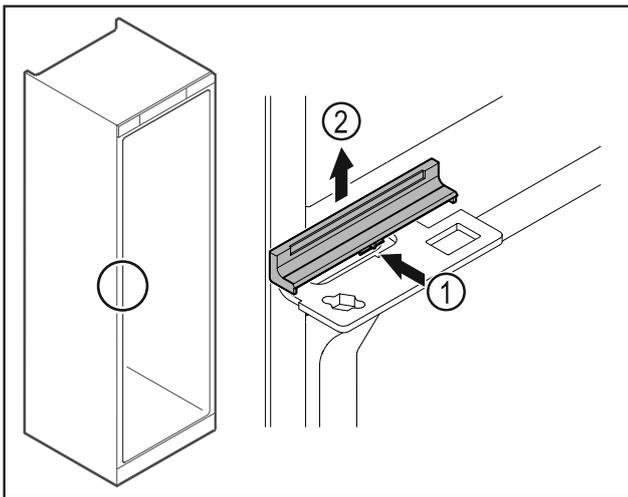

Fig. 43
- ▶ Abdeckung Fig. 43 (1) in der Mitte leicht eindrücken und nach oben abnehmen Fig. 43 (2).